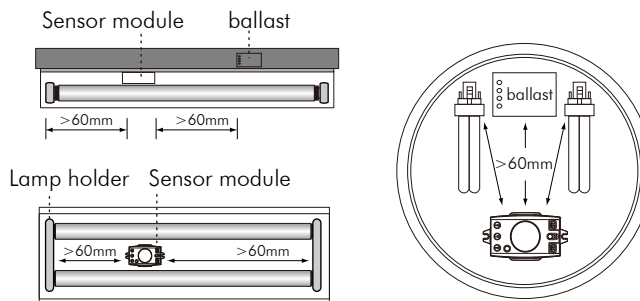

FIG.1
2.6 Vérifier que le module capteur soit installé à au moins 60 mm du ballast, du lampadaire ou de l'ampoule à filament (voir Fig. 1).
Vous trouverez ci-dessous quelques exemples de pose de différents modèles d'appliques, donnés à titre d'exemples. Vérifier que le module capteur soit installé à au moins 60 mm du ballast, du lampadaire ou de l'ampoule à filament (voir Fig. 1).
- Logement de lampe fluorescente à ballast (voir fig. 1)